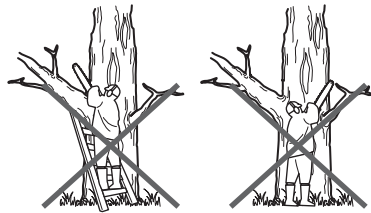

Fig. 32
8. Ne tenez jamais l'appareil à bout de bras, et n'essayez pas de couper dans des endroits difficiles à atteindre. Ne le tenez jamais au-dessus des épaules (Fig. 32).